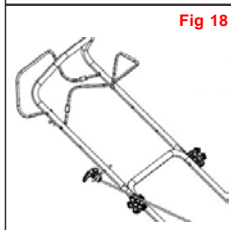

Fig 18
4. Odata motorul pornit, puneti cablul demarorului in ghidajul de cablu ca in fig. 18.